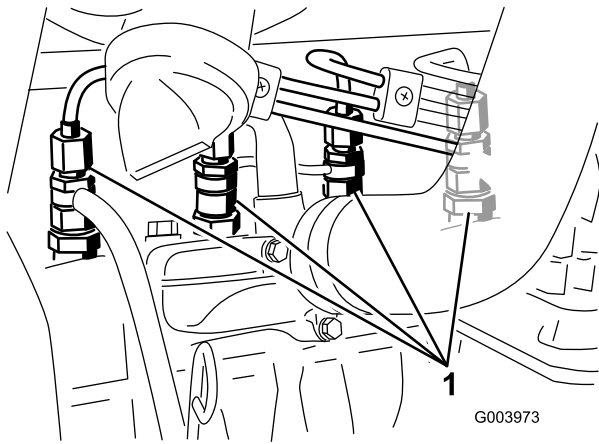

Bild 58
1. Lockern Sie den Leitungsanschluss an der Düse Nr. 1 und am Halter (Bild 58).